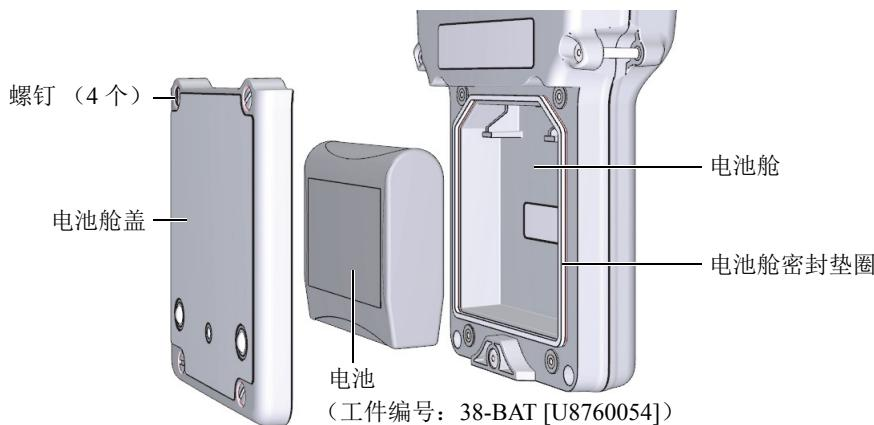

图 2-4 打开电池舱
电池位于 38DL PLUS 仪器后面板上的电池舱中（参见第 34 页的图 2-4）。
6. 拧下位于仪器后面板的电池舱盖上的 4 个螺钉（参见第 34 页的图 2-4）。